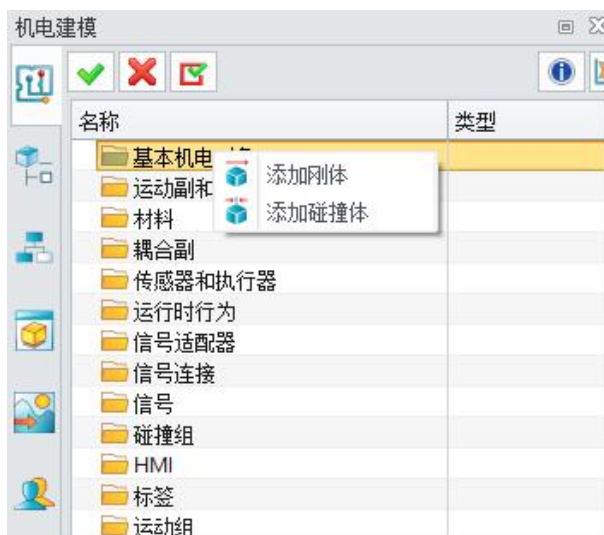

图 8-10: 添加刚体
- 转到“IROBOTCAM”选项卡，点击“机电建模”按钮。（图 8-10）